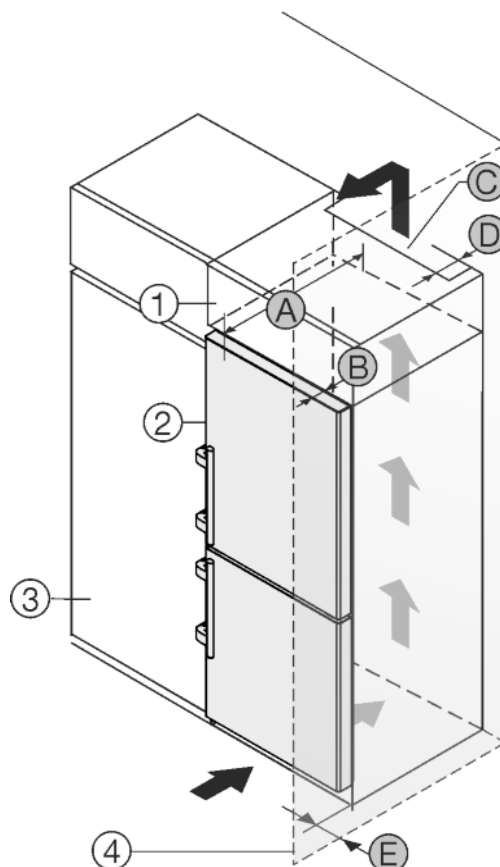

Fig. 50
Urządzenie może zostać obudowane szafkami kuchennymi. Aby dopasować urządzenie Fig. 50 (2) do wysokości ciągu szafek kuchennych, można nad urządzeniem umieścić szafkę nasadzaną Fig. 50 (1).
Urządzenie można ustawić bezpośrednio obok szafki kuchennej Fig. 50 (3). By móc całkowicie otworzyć drzwi, urządzenie musi wystawać przynajmniej o głębokość Fig. 50 (B) za front szafki kuchennej. W zależności od głębokości szafek kuchennych oraz od zastosowania elementów dystansowych urządzenie może wystawać jeszcze bardziej.
- Na tylnej ściance szafki nasadzonej wymagany jest wywiewny kanał wentylacyjny o głębokości Fig. 50 (D) na całej szerokości szafki.
- Pod sufitem pomieszczenia należy zachować przekrój wentylacyjny Fig. 50 (C).
Jeżeli urządzenie będzie ustawiane z zawiasami do ściany Fig. 50 (4), to pomiędzy urządzeniem i ścianą należy zachować odstęp Fig. 50 (E). Na taką odległość wystaje klamka przy otwartych drzwiach.